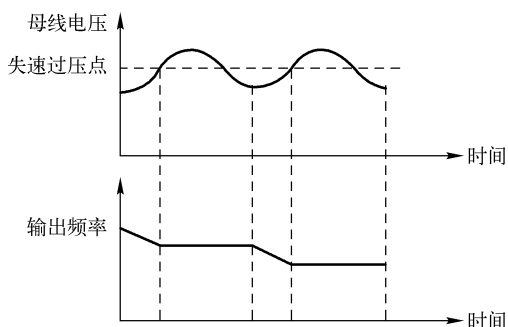

图 7-38 过压失速功能
(1) 过压失速功能（如图 7-38 所示）。
变频器减速运行过程中，由于负载惯性的影响，可能会出现电动机转速的实际下降率低于输出频率的下降率，此时电动机会回馈电能给变频器，造成变频器直流母线电压升高，如果不采取措施，在一分钟内电压持续大于过压点，则会出现过压跳闸。过压失速保护功能是在变频器减速运行过程中通过检测母线电压，并与 F047 的失速过压点比较，如果超过比较点，即让变频器输出频率停止下降，当再次检测母线电压低于标准值后，再实施减速运行，如图 7-38 所示。